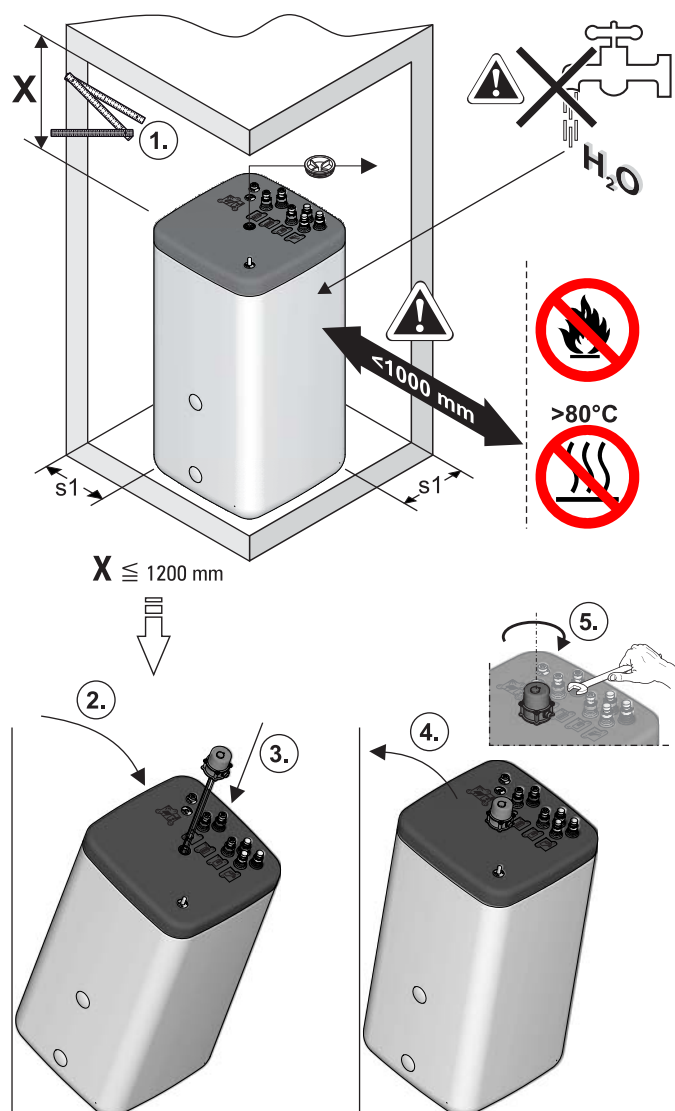

Fig. 4-3 Installazione del bollitore ad accumulato (rappresentato su HybridCube)
- **Distanze raccomandate** (fig. 4-3):
- dal coperchio (X): ≥ 1200 mm.
- Se si utilizza una resistenza elettrica (booster-heater) (vedere **capitolo 3.3.1 "Resistenza elettrica"**), avviarla nell'apertura del coperchio del bollitore ad accumulato (vedere esempio fig. 4-3).